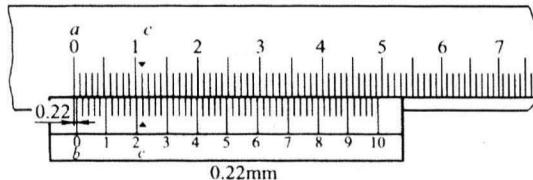
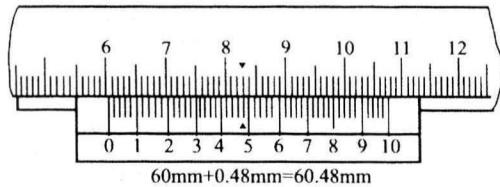

图 1-2 0.02mm 精度游标卡尺读数原理
图 1-3 0.02mm 精度游标卡尺读数方法
0.98mm，则尺身和游标相对一格之差为 $1\text{mm} - 0.98\text{mm} = 0.02\text{mm}$ ，所以它的测量精度为 0.02mm。根据这个刻线原理，如果游标第 11 根刻线与尺身刻线对齐（见图 1-2），则小数尺寸的读数为 $ab=ac-bc=11\text{mm} - (11 \times 0.98)\text{mm}=0.22\text{mm}$ 。简便看尺方法为：游标显示 0.22mm 线与尺身上的刻线对齐，即卡尺显示测量值为 0.22mm。图 1-3 所示的尺寸为 60.48mm，简便看尺方法为：游标显示零位已过尺身上的线 60mm，而游标上还显示 0.48mm 线与尺身上的刻线对齐，即卡尺显示测量值 $60\text{mm} + 0.48\text{mm}$ 。